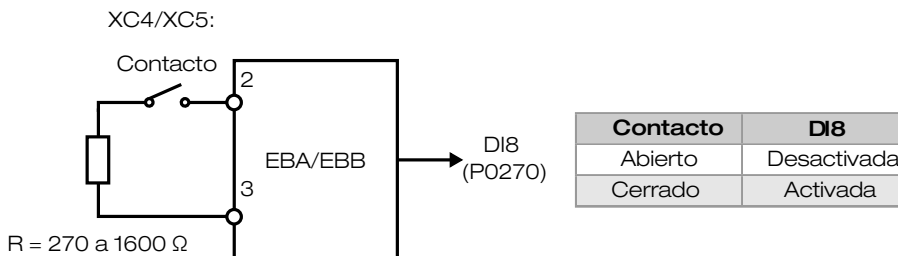

Figura 5.34: DI8 como entrada digital normal
- Caso se desee utilizar DI8 como una ‘entrada digital normal’, se debe programar el parámetro P0270 con la función deseada y conectar un resistor entre 270 y 1600 Ω en serie con la entrada, como indicado en la Figura 5.34 en la página 5-58.